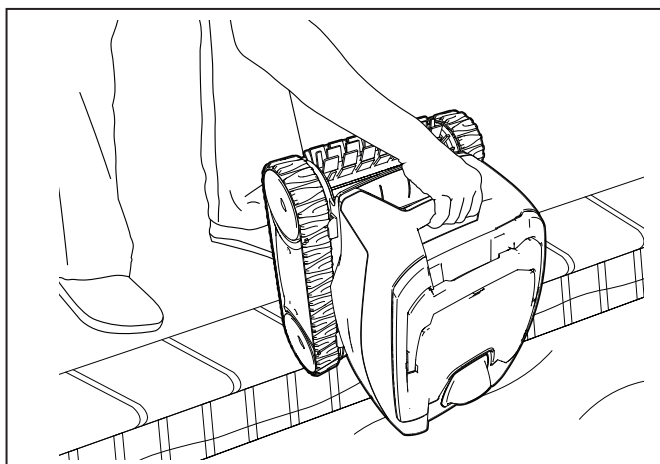

Figure 16. Soulever le robot nettoyeur hors de la piscine à l'aide de la poignée
1. Tirer doucement le câble flottant pour amener le robot nettoyeur à portée de main. Lorsque le robot nettoyeur est à portée de main, utilisez la poignée pour le sortir de l'eau (Figure 16). Ne jamais soulever le robot nettoyeur hors de la piscine par le câble flottant.